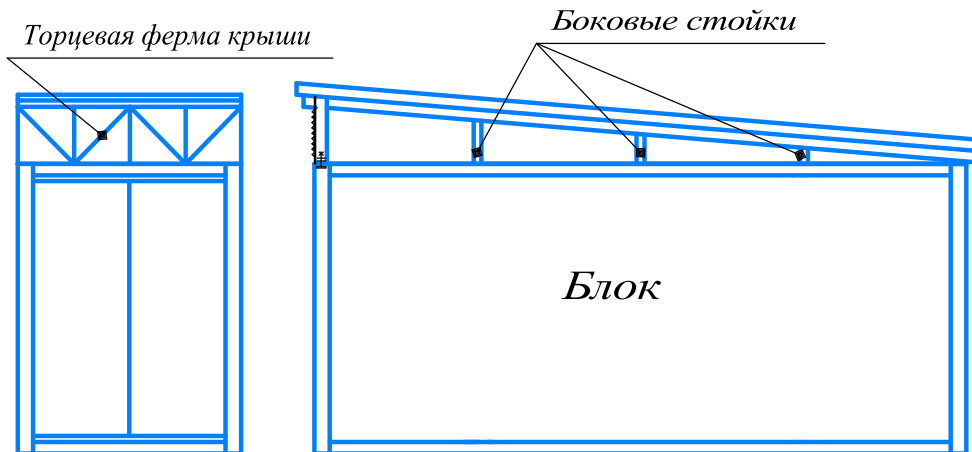

Рисунок 13
3.4.4 Установить боковые стойки, закрепить их болтами к раме потолка, предварительно очистив монтажную пену в местах крепления боковых стоек(смотри рисунок 13).